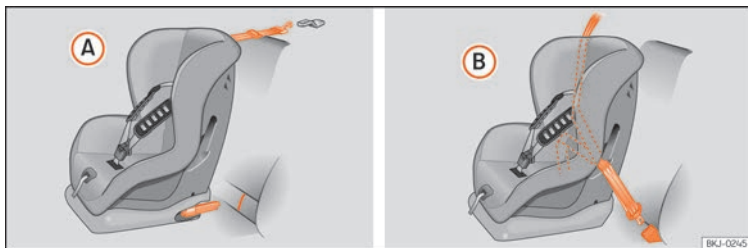

Fig. 32 En los asientos traseros: posibles montajes del asiento para niños.
La ilustración »» **fig. 32 (A)** muestra la fijación básica del sistema de retención para niños con las anillas de sujeción inferiores y el cinturón de sujeción superior. La ilustración »» **fig. 32 (B)** muestra la fijación del sistema de retención para niños con el cinturón de seguridad del vehículo.